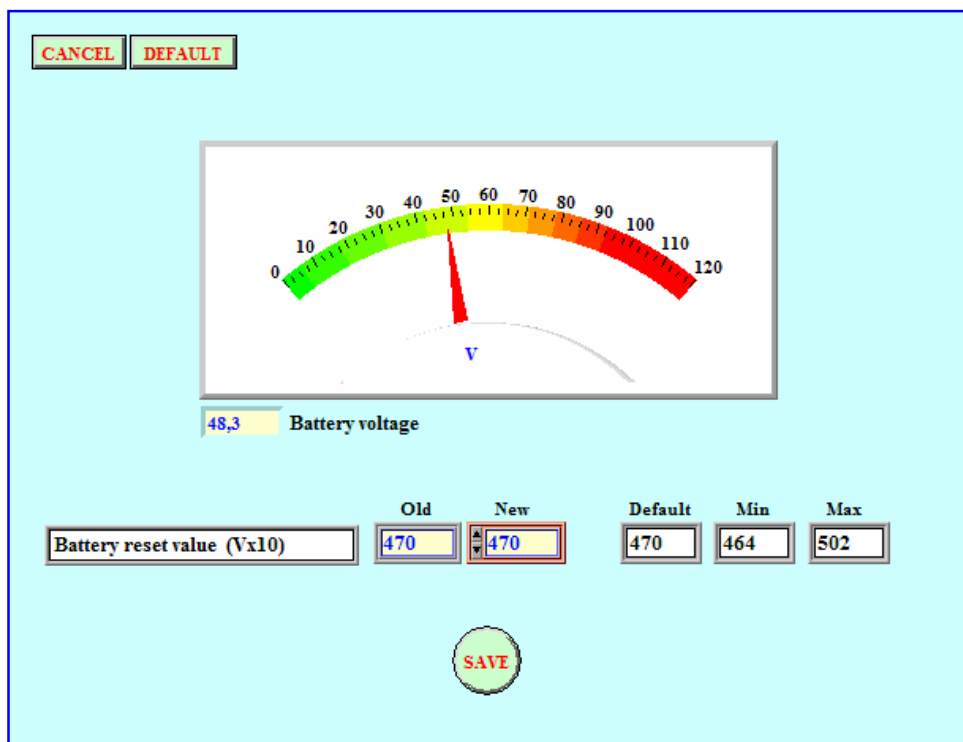

图17：蓄电池组重置菜单
- “**蓄电池组**”：蓄电池组电压重置校准（图17）(\*\*)